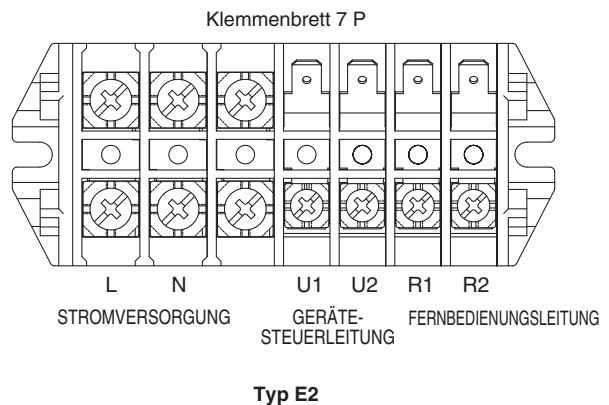

Abb. 4-2
- (1) Bezüglich Erläuterungen zu "B", "C", "D" und "E" in obigen Plänen siehe Kapitel 4-2. "Empfohlene Kabellänge und Kabelquerschnitt für das Stromversorgungssystem".
- (2) Das grundlegende Anschlussdiagramm des Innengeräts zeigt typische Klemmenbretter; weshalb die Klemmenbretter in Ihrem Gerät sich von dieser Abbildung unterscheiden können. (Abb. 4-2)
- (3) Die Adresse für den Kühlmittelkreislauf (R.C.) muss vor dem Einschalten der Stromversorgung eingegeben werden.
- (4) Bezüglich Eingabe der Adresse für den Kühlmittelkreislauf siehe mit der Fernbedienung (Sonderausstattung) gelieferte Einbauanleitung. Automatische Adresseneingabe kann über die Fernbedienung durchgeführt werden. Siehe mit der Fernbedienung (Sonderausstattung) gelieferte Einbauanleitung.